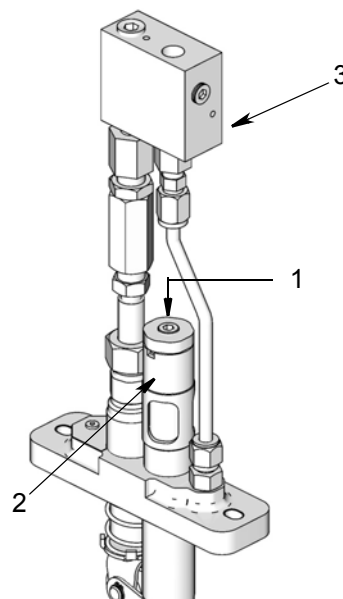

ABB. 7
Alarmpumpenmodelle (ABB. 7)
2. Druckschalter im Sensorausgang (3) montieren (ABB. 7).